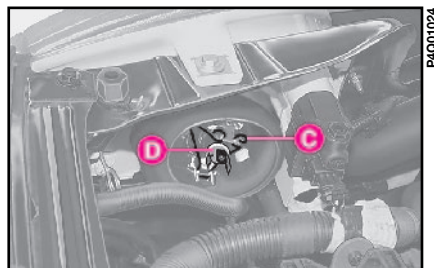

fig. 13
2) décrocher l'épingle de fixation **C**-fig. 13 et sortir la lampe **D**;